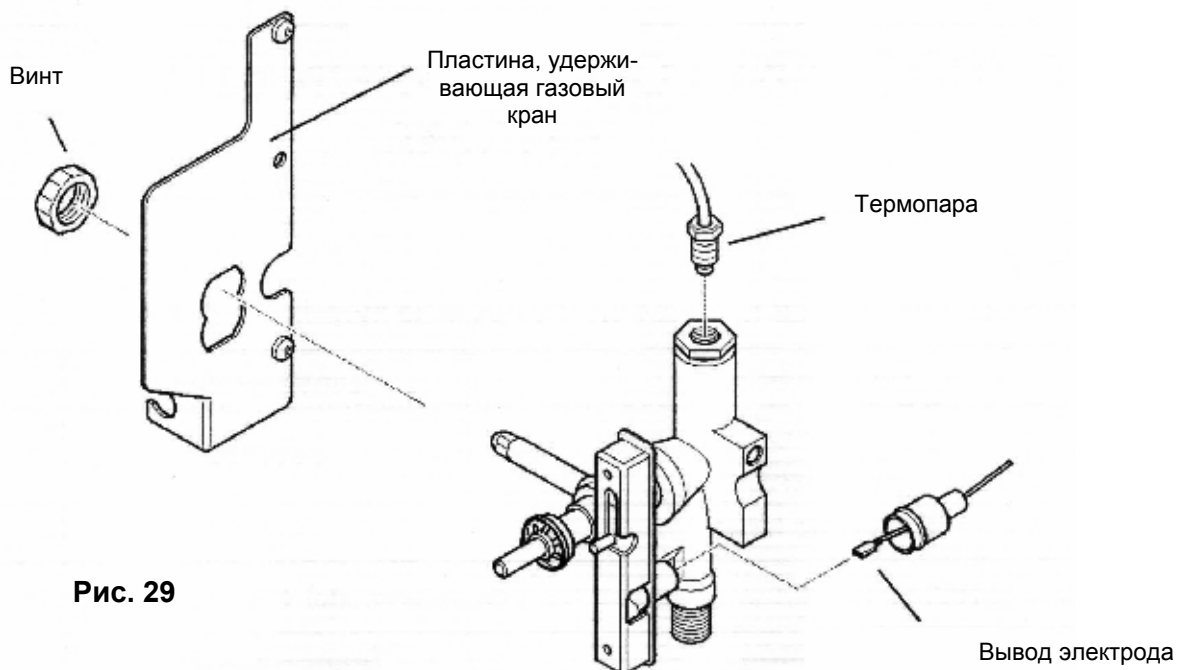

Рис. 29
3. Вывинтите и отложите термопару из газового крана (см. Рис. 29).
7. При этом заметьте положение газового крана по отношению к удерживающей его пластине. Вывинтите винт, удерживающий газовый кран в пластине (см. Рис.29). Выньте кран из пластины и положите его подальше от места проведения работ.